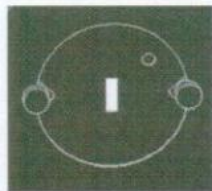

图6.1.3.2
4. 若氙灯光斑中心与狭缝中心存在微小差距, 通过螺丝D4 (图6.1.3.1中箭头D4位置)的3个螺丝调节, 先拧松螺丝D4 (注意: 无需拧下螺丝), 旋转整体灯室, 将氙灯光斑中心对准狭缝中心, 再拧紧螺丝。